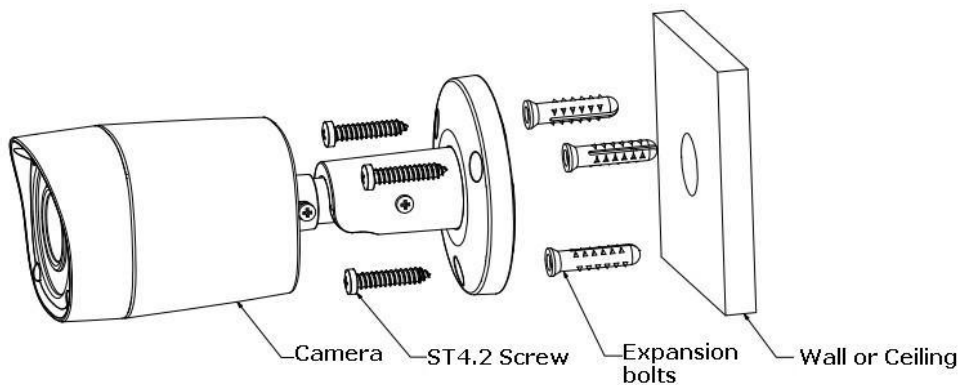

Рисунок 3-3
- Если требуется установка на бетонной стене, следует использовать распорный дюбель (убедитесь в соответствии отверстий распорных дюбелей и кронштейна). Теперь можно установить кронштейн. Смотрите рисунок 3-3.